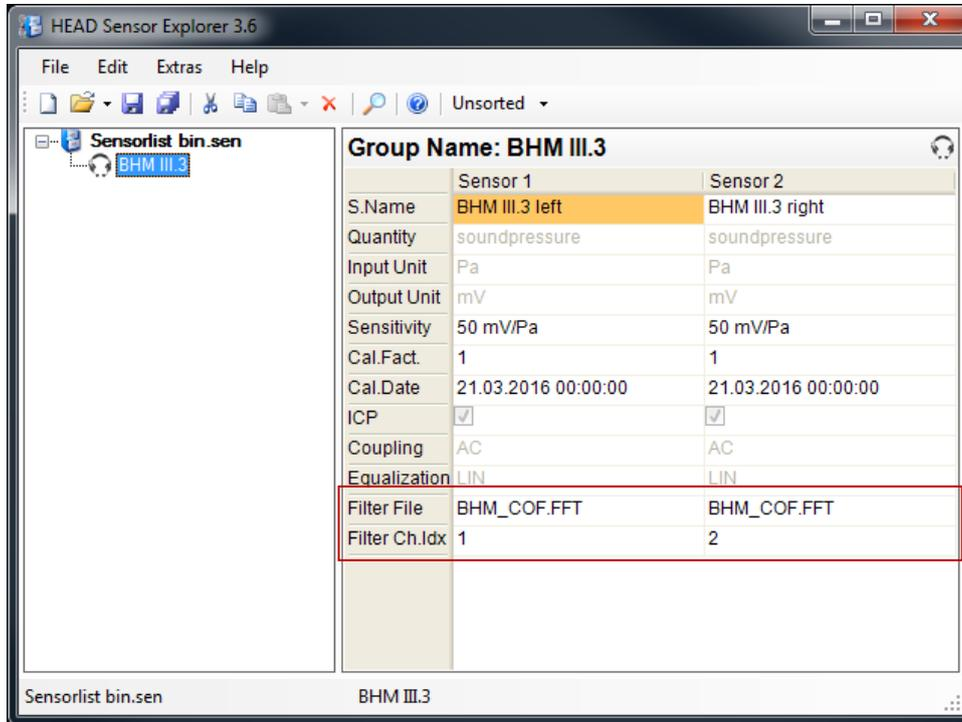

Abbildung 3: Definition eines BHM-Sensors im Sensor Explorer
2. Eine andere Möglichkeit ist, die Entzerrung über die verwendete Software durchzuführen. Dazu wird das individuelle Entzerrungsfilter bei der Definition des BHM-Sensors im HEAD Sensor Explorer³ im Feld **Filter File** ausgewählt (siehe Abbildung 3). Dieses individuelle Entzerrungsfilter befindet sich auf der im Lieferumfang des BHM enthaltenen Entzerrungs-CD und muss jeweils für den linken und rechten Kanal bei der Sensorkonfiguration in das entsprechende Feld eingetragen werden. Die Filter der Entzerrungs-CD beinhalten alle notwendigen Informationen für die korrekte Entzerrung. Bei einer Aufnahme mit dem ArtemiS SUITE Data Acquisition Module (HEAD Recorder) wird dann automatisch dieses individuelle Filter mit der ID-Entzerrung für die BHM-Kanäle verwendet. Eine zusätzlich im Feld **Equalization** aktivierte Entzerrung würde eine doppelte Filterung bewirken und das aufgenommene Signal verfälschen. Um dies zu verhindern, wird dieses Feld automatisch ausgegraut, sobald ein Entzerrungsfilter im Feld **Filter File** eingetragen wurde.